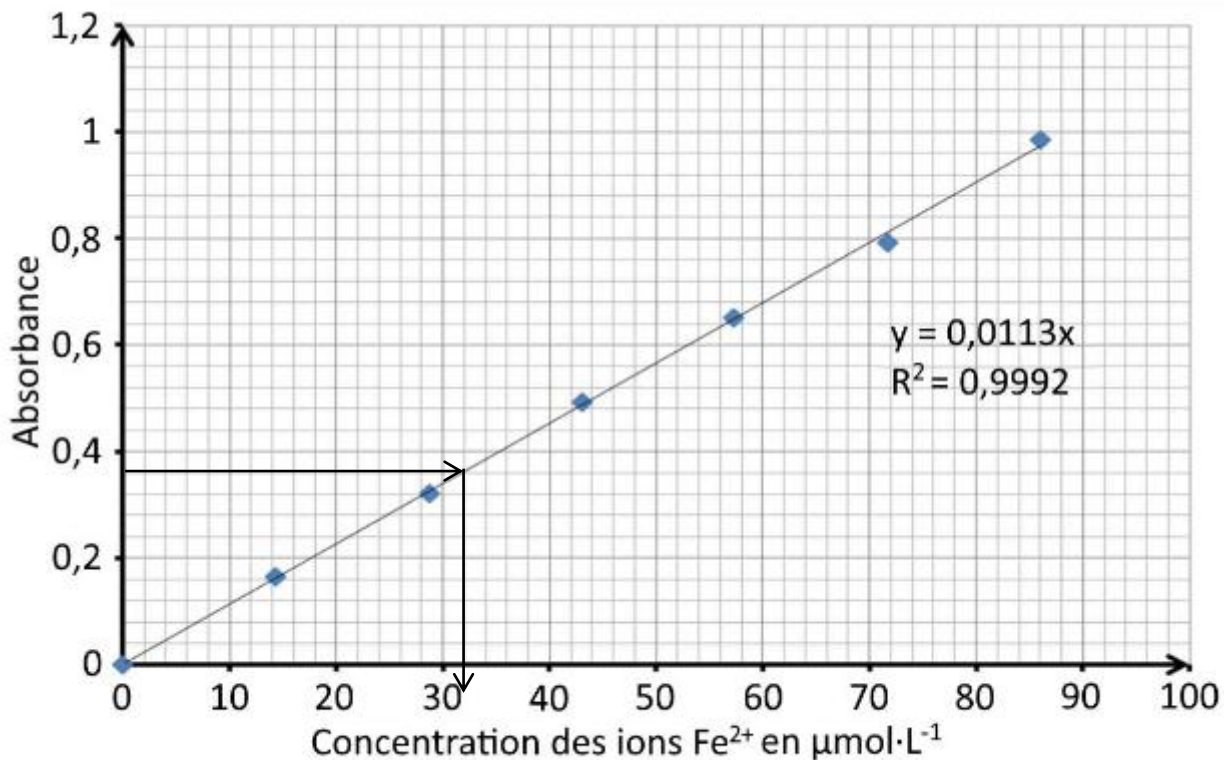

Figure 3. Courbe d'étalonnage
Q.11. Justifier que la courbe d'étalonnage de la figure 3 vérifie la loi de Beer-Lambert.